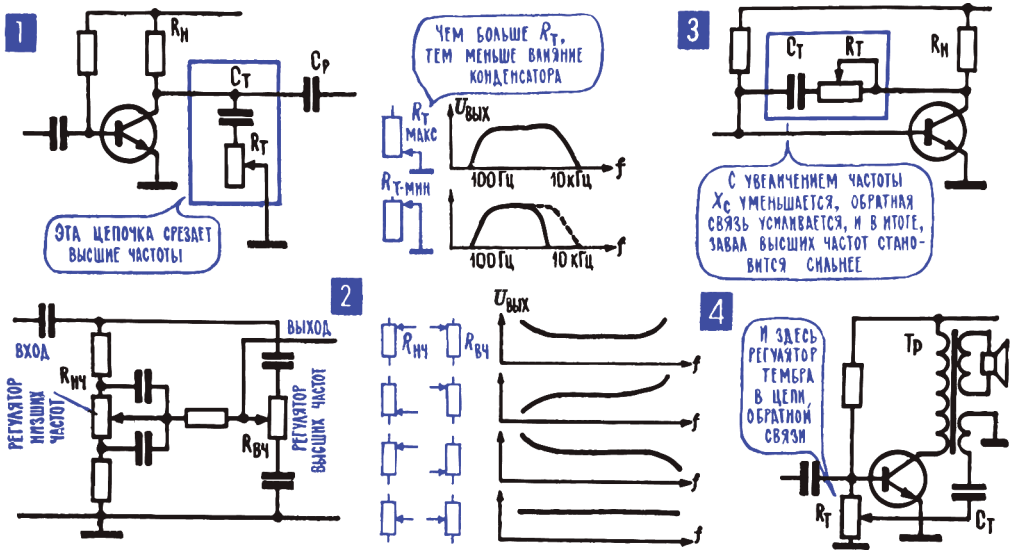

Рис. 12.12. Регуляторы тембра
17. Регуляторы тембра меняют частотную характеристику усилителя. Иногда полезно несколько ухудшить частотную характеристику усилителя, например поднять низшие частоты, которые слишком плохо воспроизводит громкоговоритель, или ослабить высшие частоты, частично подавить «шип» старой граммофонной пластинки. Для этого используются регуляторы тембра – электрические RC-цепочки, частотные свойства которых можно менять, изменяя, например, одно из сопротивлений. На рис. 12.12; 1 самый простой регулятор тембра – RC-цепочка с переменным резистором R_T . Цепочку чаще всего включают так, что она шунтирует участок усилительной схемы, старается замкнуть сигнал накоротко. Емкость C_T подобрана с таким расчетом, чтобы на низших частотах ее емкостное сопротивление было достаточно большим, чтобы этот конденсатор, если он будет в схеме один (движок R_T в крайнем верхнем положении), ослаблял бы лишь высшие частоты, заваливал частотную характеристику в области высших частот. Но если переменный резистор R_T введен полностью, то конденсатор C_T вообще ни на что не влияет, общее сопротивление цепи очень велико, и в нее почти не ответвляются ни высшие частоты, ни низшие.
На том же принципе действует распространенный регулятор тембра (рис. 12.12; 2) с отдельной регулировкой высших и низших частот. Его элементы рассчитаны таким образом, что одна ветвь регулятора в зависимости от положения движка $R_{вч}$ заваливает или поднимает частотную характеристику в области высших частот, а вторая ветвь в зависимости от положения движка резистора $R_{тч}$ меняет характеристику в области низших частот.
Элементы, корректирующие частотную характеристику, в том числе и регуляторы тембра, можно в принципе включить и в цепь отрицательной обратной связи (рис. 12.12; 3, 4). Причем здесь они все делают наоборот: те